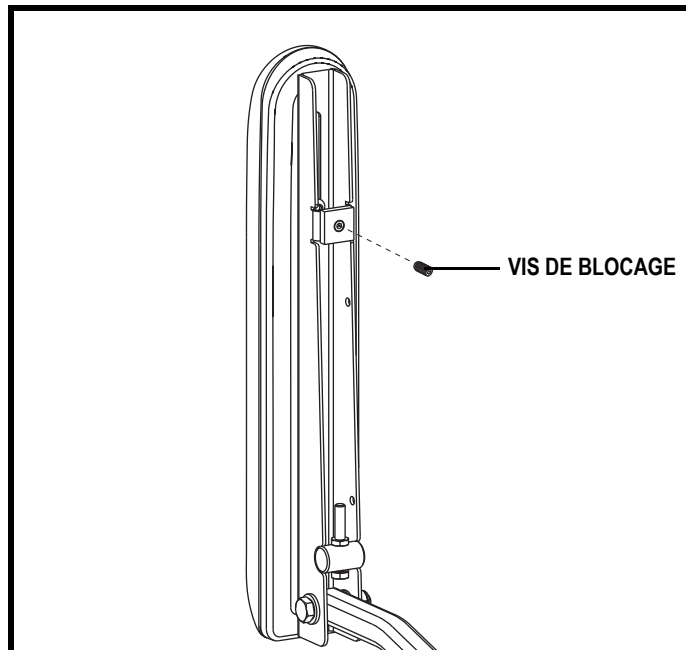

Figure 14. Dessous de l'accoudoir
2. Desserrez la vis de réglage sous l'accoudoir. **Voir la figure 14.**